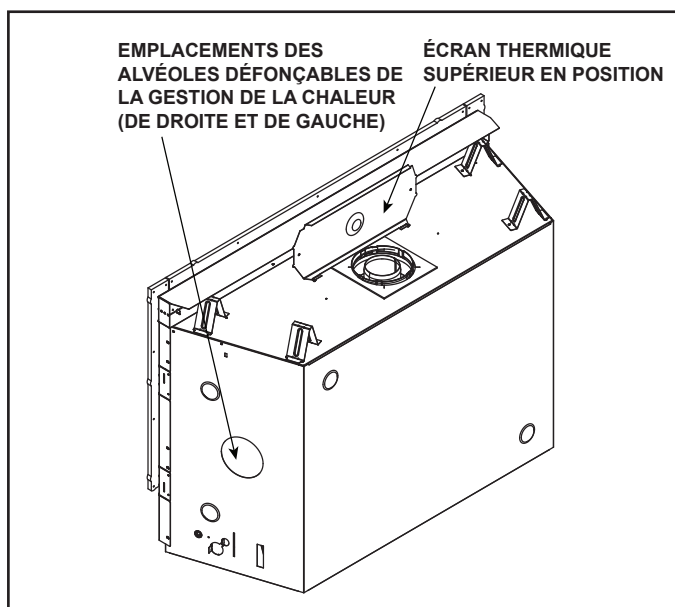

Figure 6.2 COSMO42-IFT - Écran thermique supérieur en position
2. Pliez l'écran thermique à 90 degrés vers le haut, comme il est indiqué à la figure 6.2.
- Localisez les orifices d'accès du système de gestion de la chaleur à gauche et à droite de l'appareil. Il faut installer un ou deux ensembles Heat-Zones® au gaz. Voir la figure 6.2. Retirez les alvéoles défonçables de l'appareil à l'aide de cisailles de ferblantier.